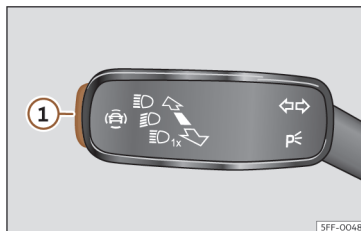

Fig. 57 No manípulo dos indicadores de mudança de direção e dos máximos: botão para os sistemas de assistência à condução (conforme versão).
- Pressione brevemente o botão »» Fig. 57 **1** para abrir o menu **Assistentes**.